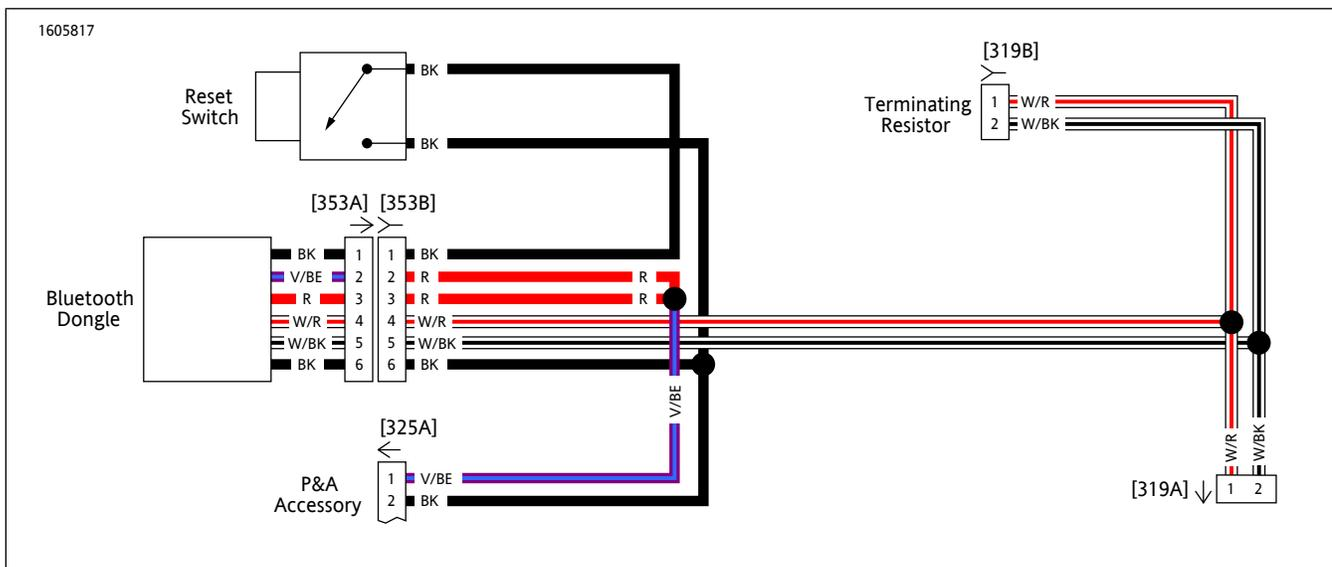

图16. 蓝牙适配器线束(2017年款及以后款)(典型)
1. 参见图 16。安装并布设蓝牙适配器线束。
如果忘记个人识别号码 (PIN) 或被锁定并且需要重置密码，请按住“配对开关或重置开关”（参见图16，第3项）3秒钟以重置PIN。在H-D音频应用中重新连接到蓝牙加密狗以设置新的PIN。